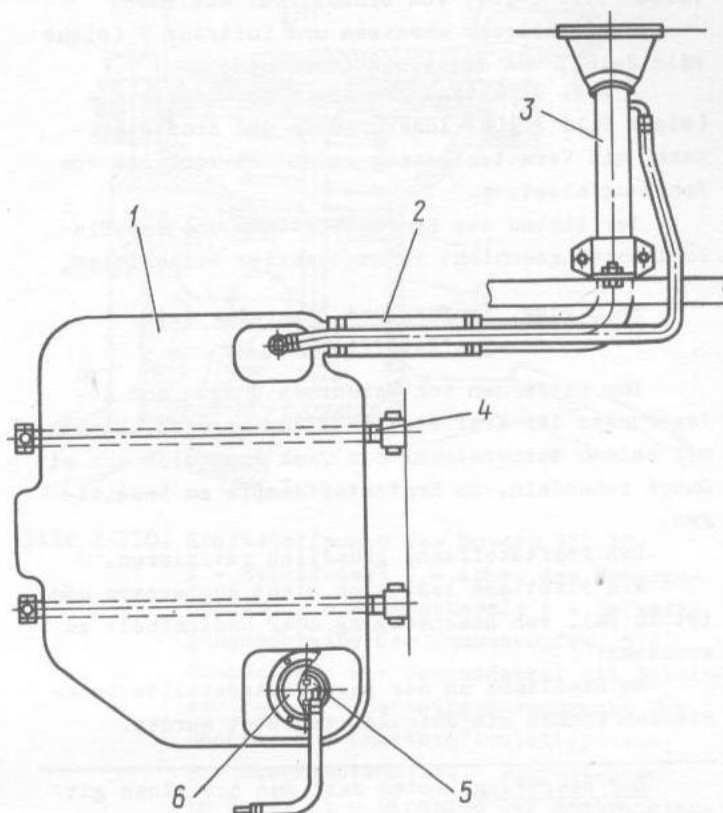

Bild 2-106. Prinzip-Einbauplan für Kraftstofftank:
Ein Prinzip-Einbauplan für Kraftstofftank und Einfüllrohr ist in Bild 2-106 und 2-107 gezeigt.
Der Ausbau des Kraftstofftanks 1 (Bild 2-106) geschieht folgendermaßen:
- Schellen lockern und Anschlußschlauch 2 (siehe Bild 2-106) vom Einfüllrohr abziehen;
- zwei Befestigungsmuttern der Schellen 4 (siehe Bild 2-106) losschrauben und Kraftstofftank mit Versetzung nach unten und vorwärts vom Fahrzeug absetzen.